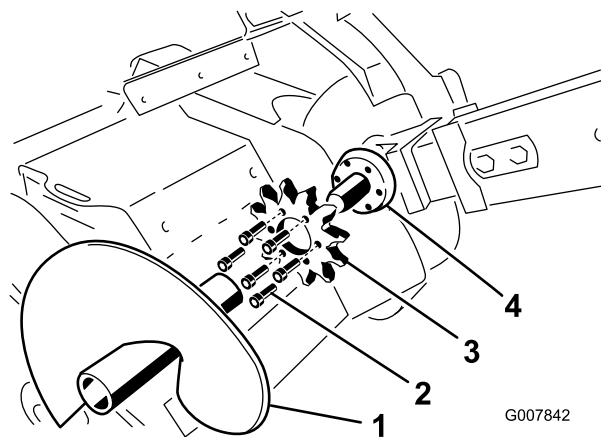

Figura 60
3. Togliete le lame della coclea (Figura 60).
12. Stringete a mano i sei bulloni nella ruota (Figura 60).
8. Rimuovete i sei bulloni che fissano la ruota conduttrice (Figura 60).
9. Togliete la ruota conduttrice e gettatela (Figura 60).
10. Pulite la superficie della ruota conduttrice sullo scavafossi (Figura 60).
11. Inserite la nuova ruota sull'albero (Figura 60).